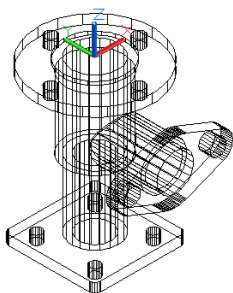

图 9-32 三维线框
- 三维线框：显示用直线和曲线表示边界的对象。坐标系将显示一个已着色的 UCS 坐标。如图 9-32 所示。